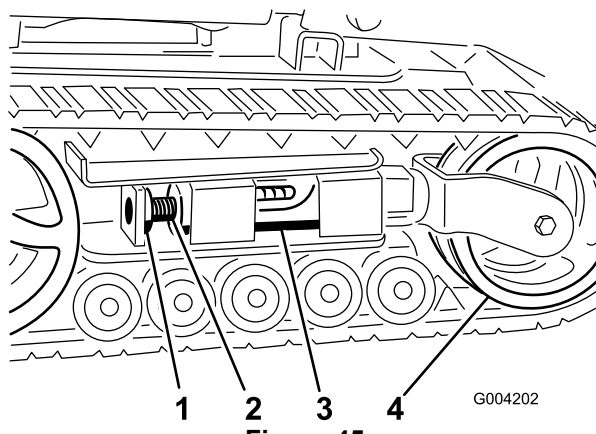
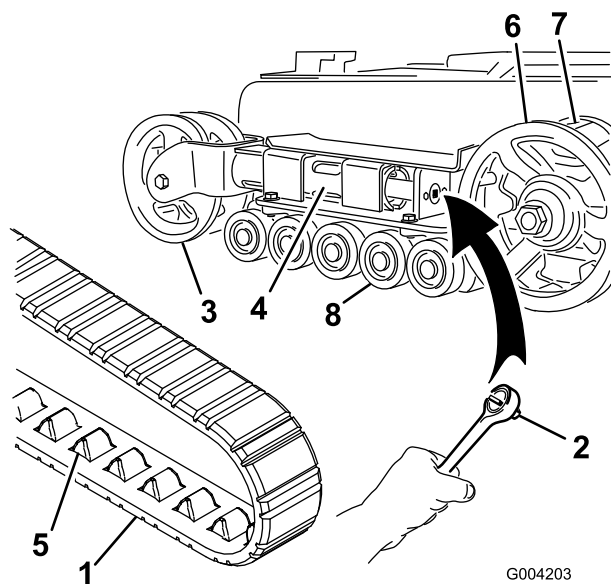

Figura 45
Figura 46
- Allineare l'intaglio più vicino della vite di tensione al foro del bullone di bloccaggio e fissare la vite con il bullone di bloccaggio e il dado (Figura 45).
- Togliere il bullone di bloccaggio e il dado (Figura 45).
- Utilizzando una chiave a bussola (1/2 poll.), rilasciate la tensione di trasmissione ruotando la vite di tensione in senso orario (Figura 45 e Figura 46).
5. Spingere la ruota di tensione verso il retro dell'unità in modo da spostare il tubo di tensione contro il telaio (Figura 46). (se non riesce a toccare il telaio, continuare a girare la vite di tensione fino ad ottenere il contatto).
7. Quando il cingolo è staccato dalla ruota di tensione, rimuovetelo dai denti di trasmissione e dalle ruote non motrici (Figura 46).
8. Avvolgete il nuovo cingolo iniziando dalla ruota conduttrice e controllando che i denti del cingolo si alloggino tra i distanziali della ruota stessa (Figura 46).
9. Spingere il cingolo sotto e tra le ruote non motrici (Figura 46).
3. Togliere il bullone di bloccaggio e il dado (Figura 45).
4. Utilizzando una chiave a bussola (1/2 poll.), rilasciate la tensione di trasmissione ruotando la vite di tensione in senso orario (Figura 45 e Figura 47).
6. Collocare il tappo ingrassato della ruota non motrice sulla testa del bullone (Figura 46).
7. Fissare il tappo della ruota con l'anello elastico (Figura 46).